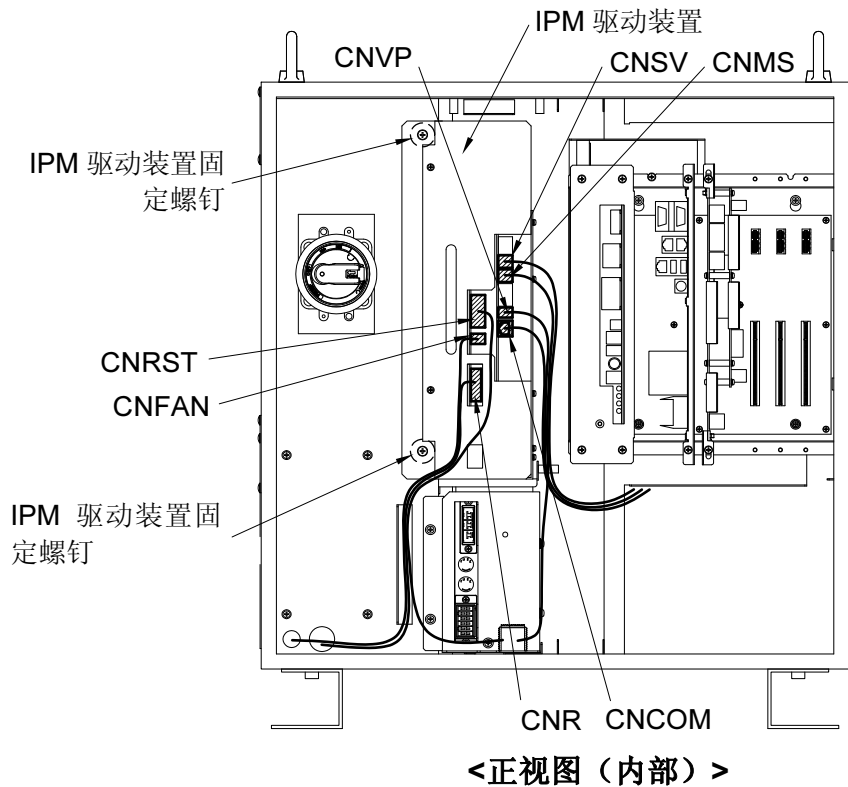

图 3.3.9 控制电缆 1、2、3 的连接：
- 2 如图 3.3.9 所示，去除与 IPM 驱动装置连接的连接器，并去除固定螺钉。从 IPM 驱动装置去除的连接器的如表 3.3.2 所示。